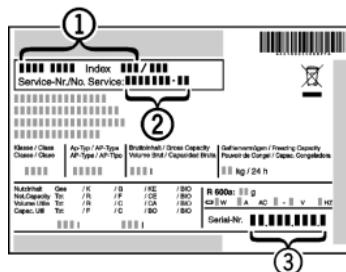

Fig. 37
- Назва пристрою Fig. 37 (1), сервісний номер Fig. 37 (2) та серійний номер Fig. 37 (3) вказані на заводській таблиці. Заводська таблиця знаходитьться всередині пристрію, зліва.